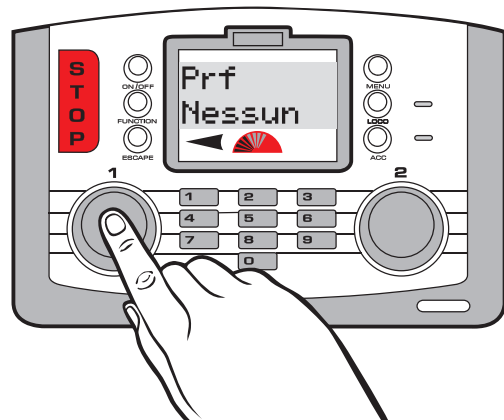

Fig 1
8. Premere il **comando 1**. Sullo schermo appare la scritta "**Fav No**". Vedere fig. 1.